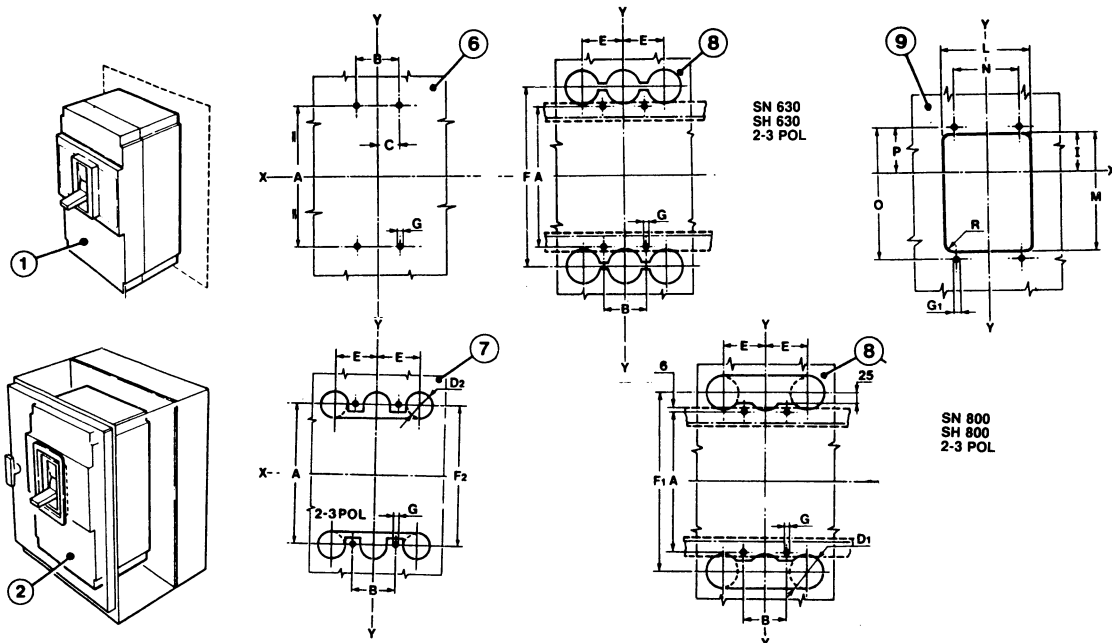

Fig. 6a
Nota: per la foratura della lastra isolante vedere il particolare (6) di fig. 6a.
Note: to drill the insulating plate, see detail (6) of fig. 6a.
Table of dimensions figs. 6a-6b-7a-7b-7c-8-9
Caption for figs. 6a-6b-7a-7b-7c-8-9